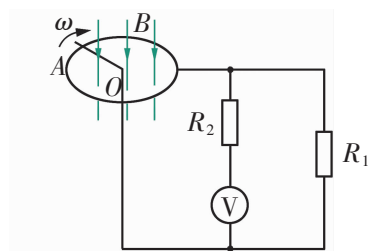

图 1-11
- (1) 导体棒在  $0.2\text{ s}$  内在框架所夹部分可能扫过的最大面积.
- (2) 导体棒从开始下滑到刚开始匀速运动这一过程中, 导体棒的有效电阻消耗的电功.
11. 如图 1-11 所示, 在磁感应强度  $B=2\text{ T}$  的匀强磁场中, 有一个半径  $r=0.5\text{ m}$  的金属圆环. 圆环所在的平面与磁感线垂直.  $OA$  是一个金属棒, 它沿着顺时针方向以  $12\text{ rad/s}$  的角速度绕圆心  $O$  匀速转动.  $A$  端始终与圆环相接触,  $OA$  棒的电阻  $R=1.0\ \Omega$ , 图中定值电阻  $R_1=5\ \Omega$ ,  $R_2=20\ \Omega$ , 电压表为理想电压表, 圆环和连接导线的电阻忽略不计. 求理想电压表的读数.